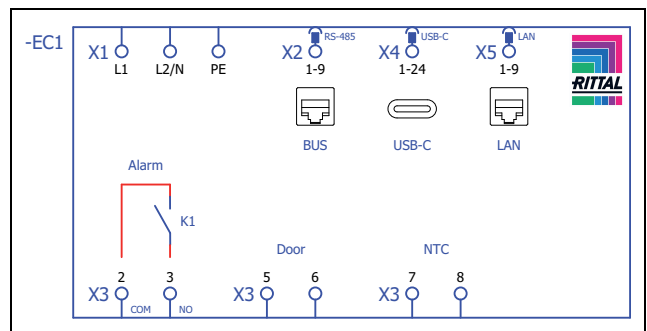
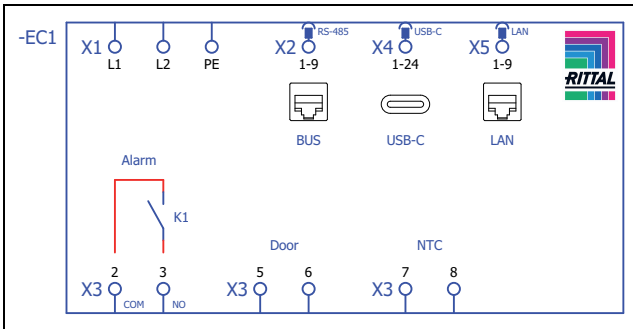

Fig. 45: Esquema de conexões SK 317800, SK 317801, SK 3179800, SK 3179801, SK 3180800, SK 3184800
Fig. 46: Esquema de conexões SK 318484
■ Retire o conector de alimentação de tensão do pacote de acessórios e faça a ligação com a rede elétrica seguindo o esquema de conexões (fig. 45 ou fig. 46).